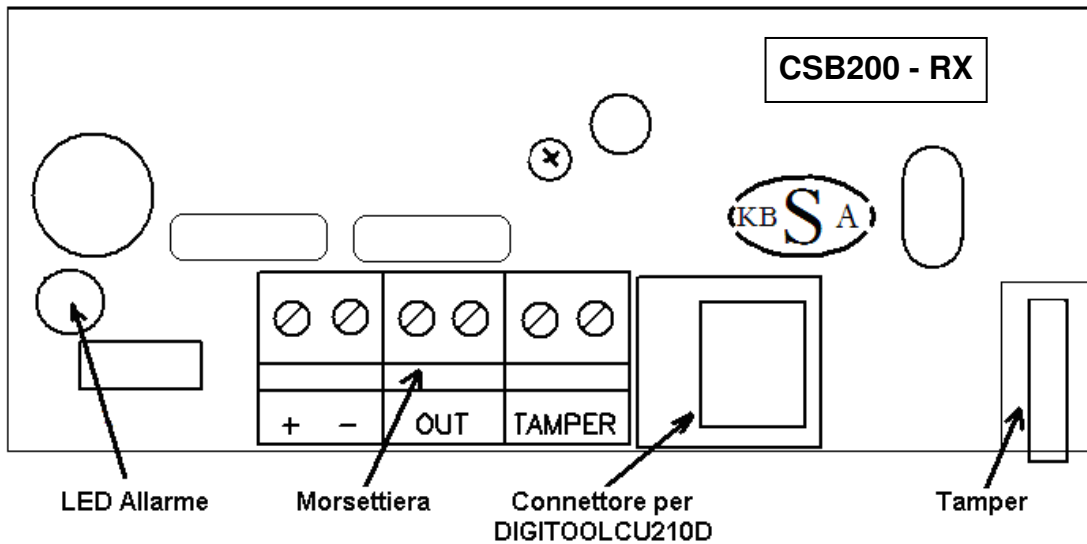

Fig. 1
- Collegare il dispositivo DIGITOOLCU210D all'unità RX mediante cavo spiralato con plug RJ11 (fig. 1);